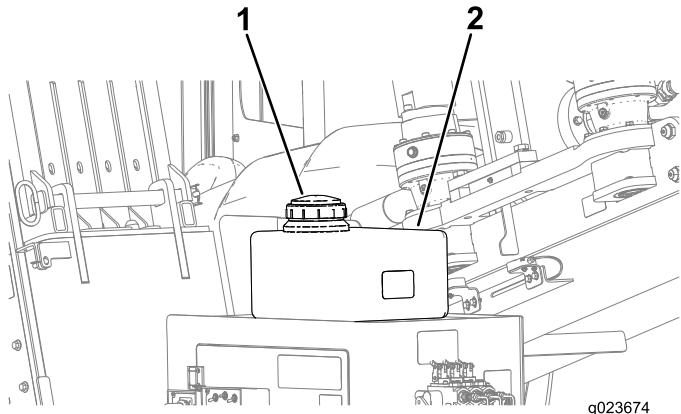

Figura 126
- C. Retire el tapón del depósito de anticongelante de la bomba de fluido de perforación (Figura 126).
- D. Asegúrese de que el depósito está lleno de anticongelante (Figura 126).
- D. Añada anticongelante al depósito según sea necesario (Figura 126).
5. Instale el tapón del depósito de anticongelante (Figura 126).